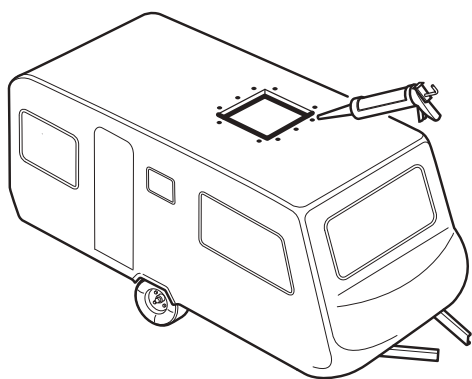

Figura 8
- Riempire i fori delle viti con sigillante per carrozzeria (Figura 8).